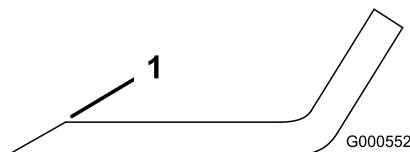

Figure 50
1. Au moyen d'une lime, aiguissez les tranchants aux deux extrémités de la lame (Figure 50).
**Remarque:** Si la lame est déséquilibrée, limez un peu l'extrémité de la partie relevée seulement (Figure 50).